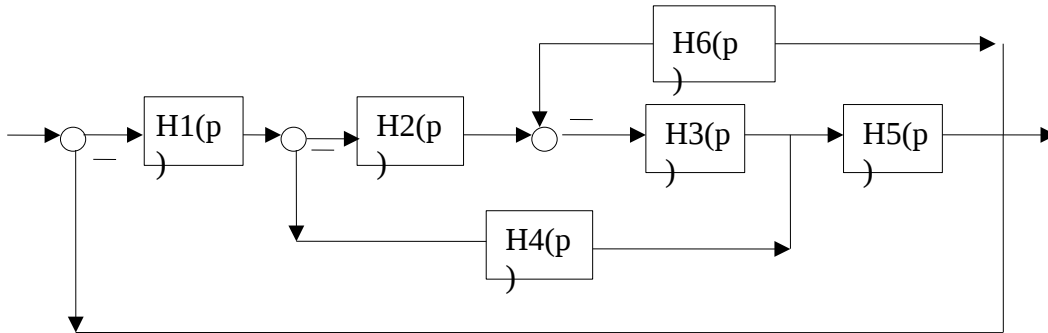

Рис. 1, где  $H_1(p)=k_1/(T_1p+1)$ ,  $H_2(p)=k_2/(T_2p+1)$ ,  $H_3(p)=k_3/p$ ,  $H_4(p)=k_4$ ,  $H_5(p)=k_5$ ,  $H_6(p)=k_6 p$ .
1. Выполнить структурное преобразование линейной системы (привести её к эквивалентной одноконтурной), которая приведена на рис. 1. Написать выражение для передаточной функции разомкнутой системы.
2. . Определить выражение для расчета средней квадратической ошибки регулирования для системы на рис. 1 при действии возмущения F. Спектральная плотность возмущения